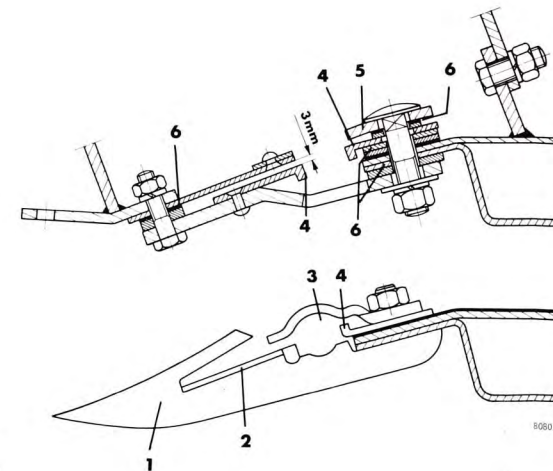

Bild 34
4. Kontrollera att kniven går lätt utan att glappa. Kniven skall kunna röras i längdriktningen för hand. Spelet i höjd och framåt-bakåt skall nätt och jämt kunna kännas med handen. Framåt-bakåt justeras med slitplåtarna, uppåt-neråt med knivtillhållarna och knivhuvudstyrning 5, bild 34. Knivbladens spetsar skall ligga an mot och glida på fingerstålen.